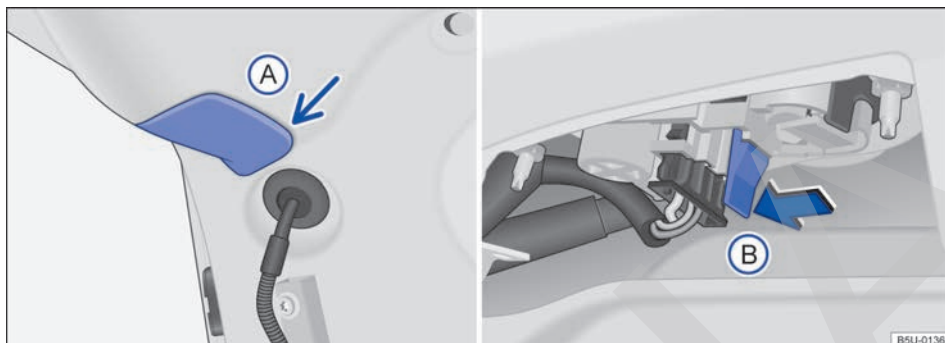

Fig. 168 En la tapa del compartimento de equipaje: remover la cobertura y soporte de las lámparas.
3. Con el auxilio de una llave con hendiduras, remover cuidadosamente la cobertura (A) → fig. 168 en la tapa.
4. Para destrabar el soporte de las lámparas, presionar la lengüeta de bloqueo (B) → fig. 168 y tirar del soporte de las lámparas hacia afuera.